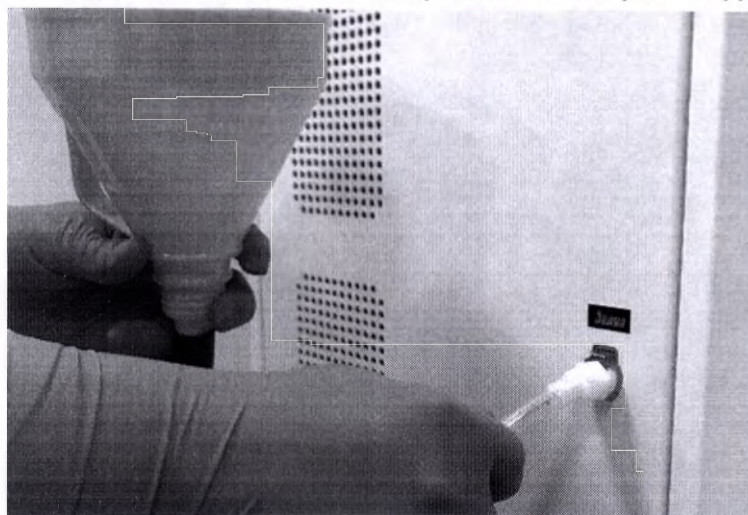

Рис.16.4 – Подсоединение воронки к Прибору
16.10. Для залива охлаждающей жидкости в Прибор необходимо соединить части шланга воронки (если требуется) и вставить в отверстие клапана «Залив» воронку со шлангом (рис. 16.4) до упора. Если шланг вставлен не до упора, охлаждающая жидкость будет просачиваться через отверстие клапана и не поступать в систему охлаждения прибора.